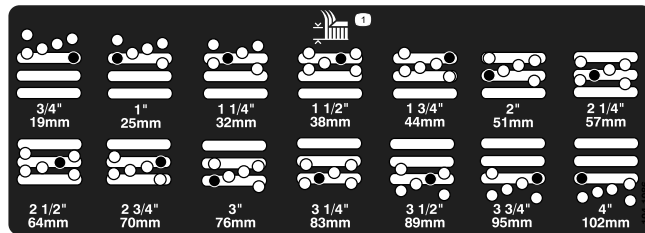

Figure 17
4. Tout en supportant la chambre, déposez l'entretoise (Figure 17).
5. Placez la chambre à la hauteur de coupe voulue et mettez l'entretoise dans le trou et la fente correspondant à la hauteur de coupe désignée (Figure 17)